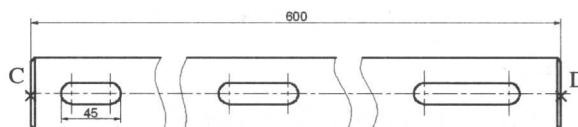

图 1.1.21 创建跃过断面符号的线性标注
(2) 创建跃过断面符号的线性标注。选择下拉菜单 **标注(N)** → **线性(L)** 命令, 分别单击如图 1.1.21 所示的 C、D 两点, 在命令行中输入 T 并按回车键, 输入 600 后按回车键, 在绘图区的空白区域单击一点, 以确定尺寸放置的位置。